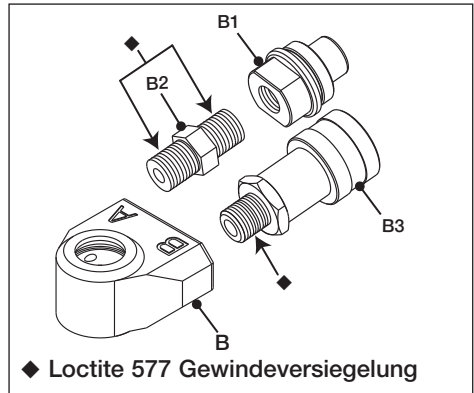

Abb. 25
- Tragen Sie auf die Gewinde der Kupplungsmuffe (B3) und des Adapters (B2) die Gewindeversiegelung Loctite 577 auf. Für die Positionen siehe (◆) in Abbildung 25.